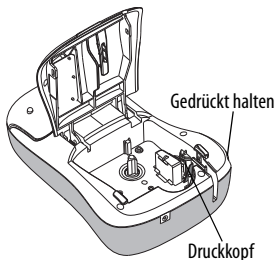

Abbildung 6
- 2 Drücken Sie die Abschnidetaste nach unten und halten Sie sie gedrückt, um das Schneidmesser freizulegen. Siehe Abbildung 6.
- 3 Säubern Sie den Druckkopf vorsichtig mit der weichen Seite des Stiftes. Siehe Abbildung 6.